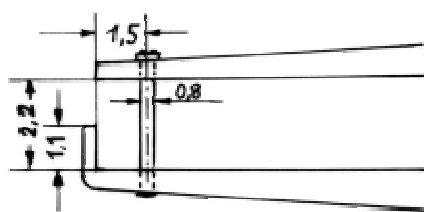

Abb. 3: Vier-Stufen-Pinzette, Arbeitsgänge 5, 6 und 9.
6. Schnäbel auf Maß 1, 1 zusammenbinden und Stift in den unteren Schnabel weich einlöten (Abb. 3). Das hört sich gut an, nur, mit dem Lot bzw. Löffelt, das jeder Bastler im Schrank hat, ist nichts auszurichten. Man muß also jemanden fragen, der was davon versteht, oder bei dieser Gelegenheit den Wert des Internet-Anschlusses testen. Ein sicherer Weg ist die Verwendung von Weichlot, Durchmesser 1,5 Sn-2W (Sn-Pb-Ag) mit Flußmittel Lotex Niro flüssig, erhältlich bei Cronitex, Zum Scheiderfeld, 51467 Bergisch Gladbach. Dazu ist zu bemerken, daß sich bei einiger Sorgfalt und unter Verwendung eines Messingstifts auch ein normales Lötzinn verwenden läßt, doch ohne das angegebene Flußmittel fließt wirklich nichts.